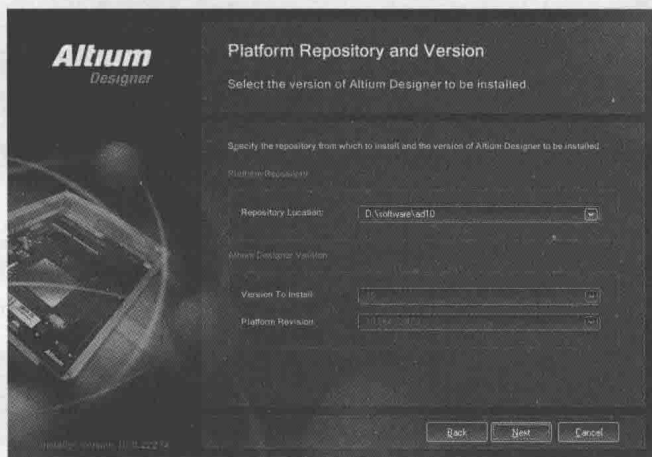

图 1-5 版本选择界面
3) 单击 Next 按钮, 进入版本选择界面, 如图 1-5 所示, 保持该界面的所有设置不变。